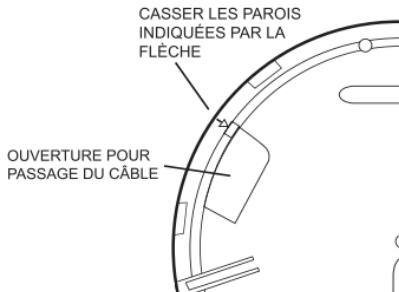

Figure 9b
2. Faites passer le câble dans l'ouverture du socle de fixation avant de le visser au plafond (voir figure 9b).
3. Si le câble est posé en apparent, découpez soigneusement la petite partie en face de la flèche et entre les deux encoches pour y faire passer le câble (voir figure 9b). Vissez ensuite le socle au plafond.